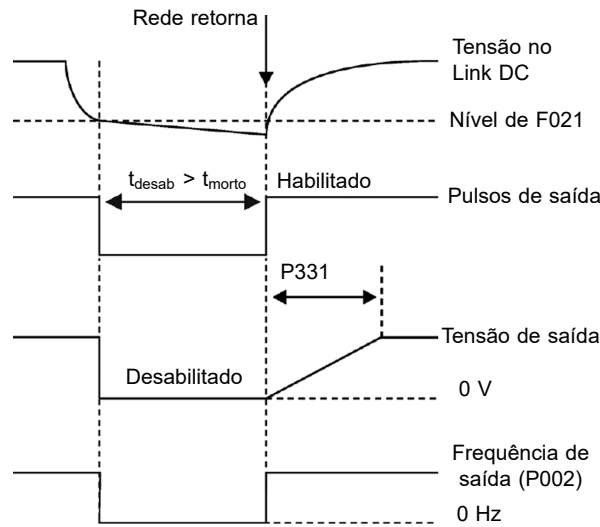

Figura 8.7: Atuação da função Ride-Through
- Função Ride-Through (RT):** A função Ride-Through irá desabilitar os pulsos de saída (IGBT) do inversor assim que a tensão de alimentação atingir um valor abaixo do valor de subtensão. Não ocorre falha devido à subtensão (F021) e a tensão no Link DC cairá lentamente até que a tensão da rede retorne. Caso a tensão da rede demore muito a retornar (mais de 2 segundos), o inversor pode indicar F021 (subtensão no Link DC). Se a tensão da rede retornar antes, o inversor voltará a habilitar os pulsos, impondo a referência de frequência instantaneamente (como na função Flying Start) e fazendo uma rampa de tensão com tempo definido pelo parâmetro P331. Consulte a Figura 8.7 na página 8-11.